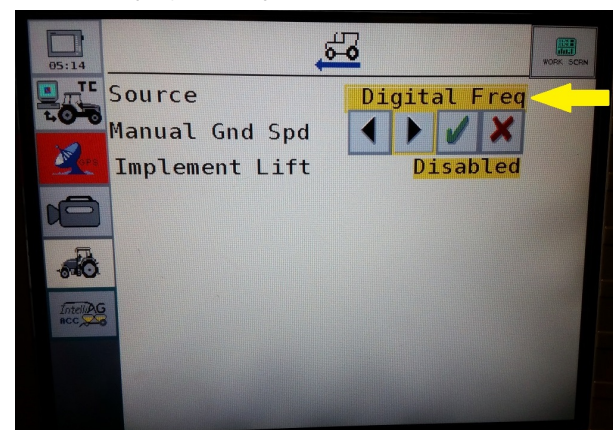

Figure 40
Step 15. Change **Digital Frequency** (Figure 40)